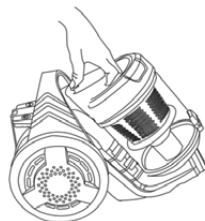

Fig. 2
2. Appuyez sur le verrou du corps de l'aspirateur (Fig. 2) et retirez le bac à poussière vers le haut.